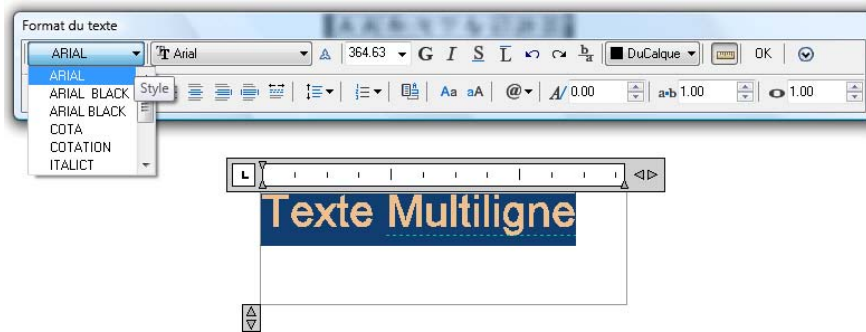

Figure 5.14
3. Nous allons voir maintenant les principales fonctionnalités de base de cet éditeur. Vous pouvez bien sûr sélectionner le texte et changer son style et sa police de caractères (voir Figures 5.14 et 5.15).